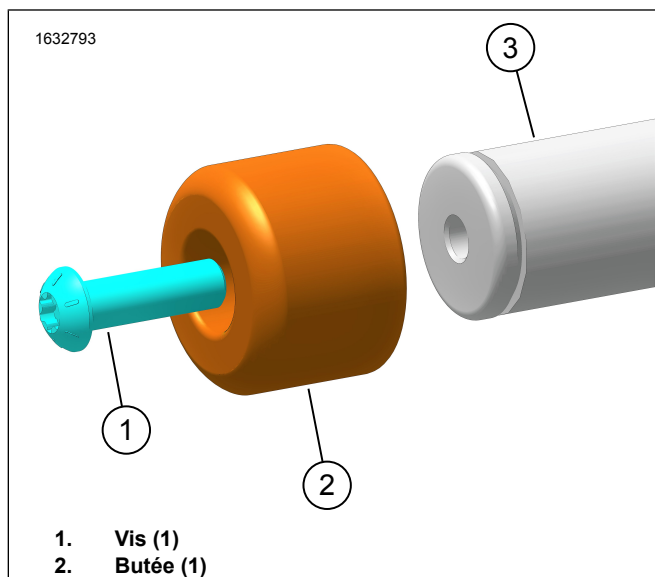

Figure 5. Remplacement de butée
1. Voir la figure 5. Retirer et éliminer la vis (1) et la butée (2).
2. Installer la butée (2).
3. Poser la vis (1). Serrer.